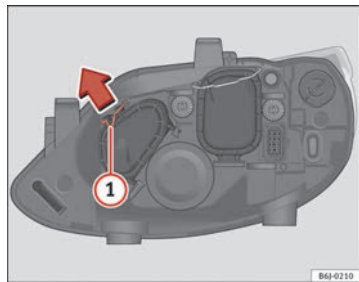

Fig. 150 Luz de carretera
- Desplace el tirante ① en el sentido de la flecha y saque la tapa ⇒ fig. 150.